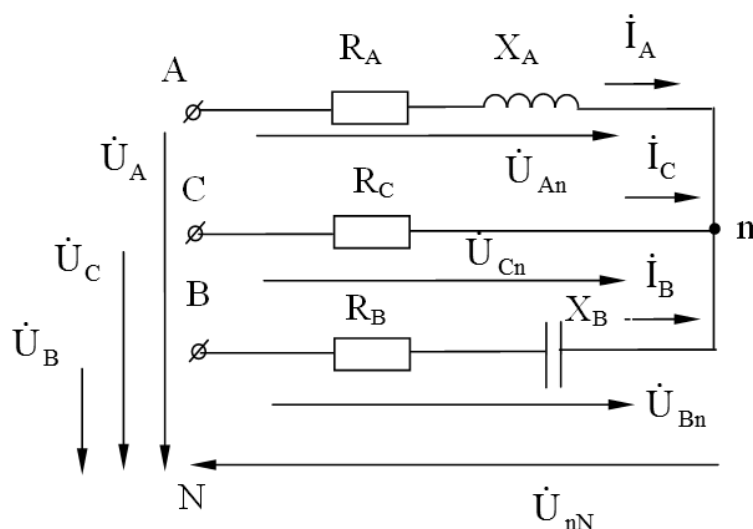

Рисунок 18 – Схема трехфазной электрической цепи к задаче 2
**Задача 2.** Определить токи в трехфазной цепи (рисунок 18), если линейные напряжения на входе в цепь симметричны:  $U_{AB} = U_{BC} = U_{CA} = 208 \text{ В}$ , а комплексные сопротивления фаз